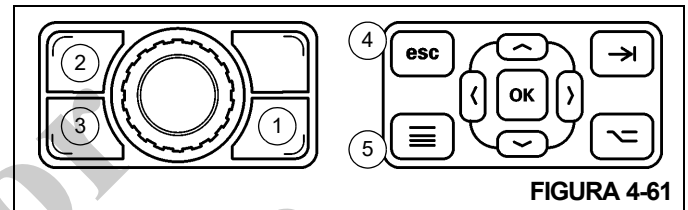

FIGURA 4-61
- Oprima el botón de cambio de pantalla (1, Figura 4-61) en el cuadrante selector para seleccionar el control de pantalla del ODM, luego oprima el botón de escape (2) para la vista principal o el botón de menú (3) para la vista de menús.
- Oprima el botón de escape (4, Figura 4-61) en el panel de control de navegación en el ODM para la vista principal o el botón de menú (5) para la vista de menús.